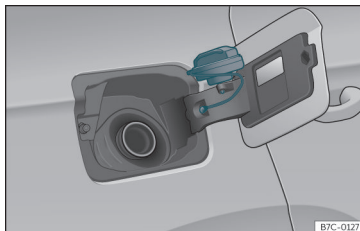

Abb. 199 Tankklappe mit aufgestecktem Tankverschluss.
- Platzieren Sie den Verschluss in der Aussparung, die sich im Scharnier der geöffneten Tankklappe befindet»» Abb. 199.